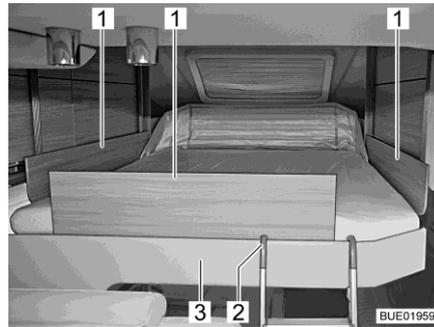

Fig. 139 Cama elevada con placas de retención
- Insertar las placas de retención (Fig. 139,1) entre el colchón y el marco de la cama (Fig. 139,3).
- Enganchar ambos estribos de la escalera de ascenso (Fig. 139,2) en el marco de la cama (Fig. 139,3).
- Desenganchar la escalera de ascenso (Fig. 139,2) del marco de la cama (Fig. 139,3).
Si la cama elevada ya no se deja desplazar con las teclas de flecha (Fig. 139,2 y 8), controlar primero el fusible Reserva 3 en el bloque eléctrico (véase apartado 9.12.1). Si el fusible está en orden y la cama elevada no se deja desplazar a pesar de esto, se podrá manejar la cama elevada en forma manual.